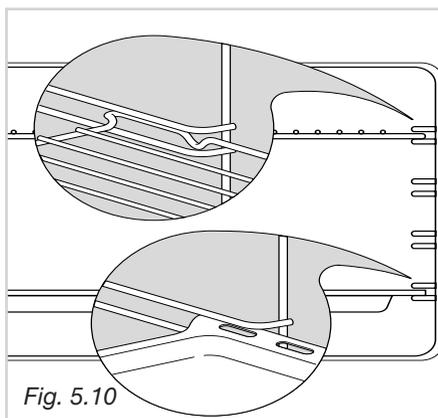

Fig. 5.10
- Infilare in mezzo alle guide dei telai laterali la leccarda e la griglia come in fig. 5.10. La griglia va montata in modo che l'arresto di sicurezza, che ne evita l'estrazione accidentale, sia rivolto verso l'interno del forno.